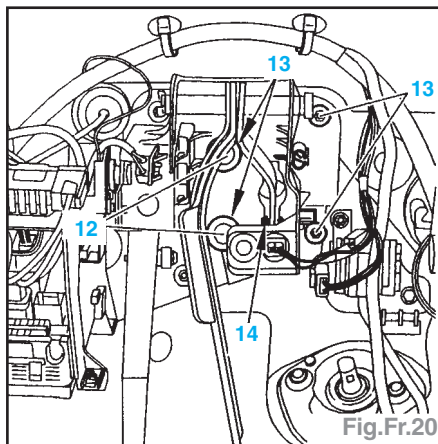

Fig.Fr.20
- les canalisations de freins (10).
- Déconnecter le connecteur (6).
- Désaccoupler le tuyau (5) de la capsule à dépression.
- Déposer les vis (7).
- Débrider et écarter le tuyau (8).
- Déposer (Fig.Fr.20) :
- l'axe (14) maintenu par une agrafe élastique,
- les bouchons (12),
- les écrous (13).